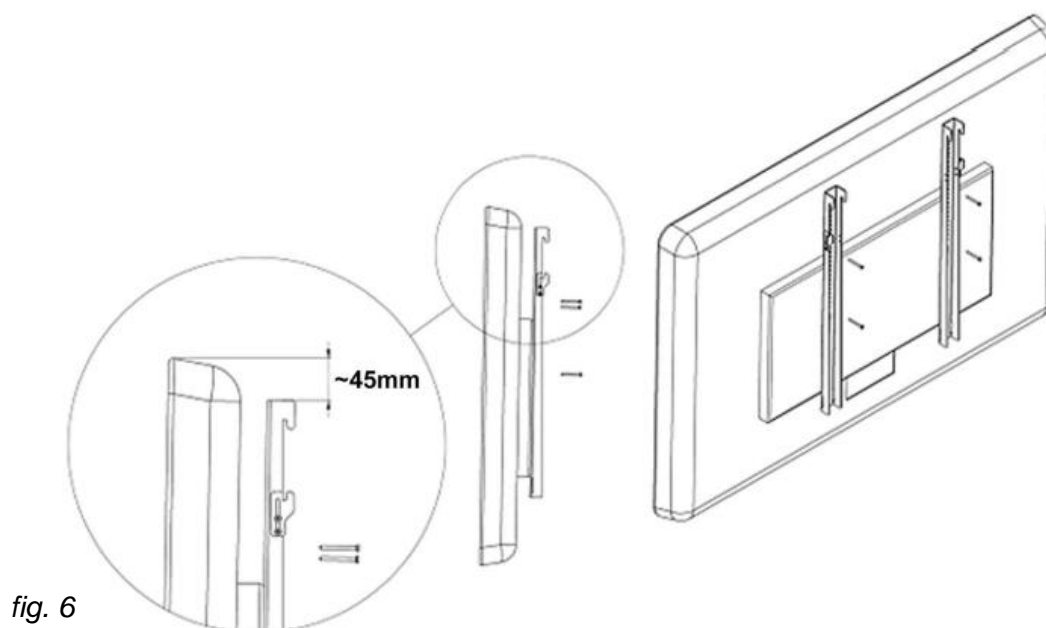

fig. 5
48. Collega il controller al K-Eco IR (fig. 5)